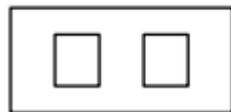
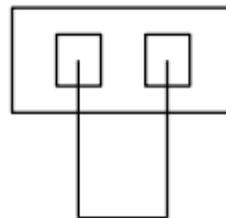

Рис. 3 ЕРО включен
Рис. 4 ЕРО отключен
ЕРО (Аварийное отключение ИБП) -это функция, которая позволяет немедленно отключить питание от всего подключенного оборудования. Обычно к разъему ЕРО, расположенному на задней панели (рис.4), подключен провод, который поставляется в комплекте. Как только разъем разомкнут, ИБП отключит выход и выведет статус ЕРО (Рис.3).
- Для восстановления нормального режима работы в разъем ЕРО необходимо установить перемычку (Рис.4) или замкнуть контакты разъема. Далее, необходимо войти в меню, чтобы сбросить состояние ЕРО, после чего ИБП отключит сигнализацию и переключится в режим байпаса. После перехода в режим байпаса ИБП должен быть включен в режим двойного преобразования вручную.